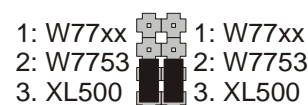

Abb. 6. Brückeneinstellungen für CLCM4T,5T,6T (PANTHER)
3. Überprüfen Sie die Verdrahtung nach Tabelle 2 und Tabelle 3 sowie die Einstellung der Steckbrücken nach Abb. 6.
Wenn die gesamte Verdrahtung fertig ist, montieren Sie wieder den Gehäusedeckel wie in Abb. 6 dargestellt und stellen Sie sicher, dass die Lasche auf der Unterseite einrastet.
Die Einstellung der Steckbrücken der Geräte CLCM4T,5T,6T mit dem PANTHER ist in Abb. 6 dargestellt.